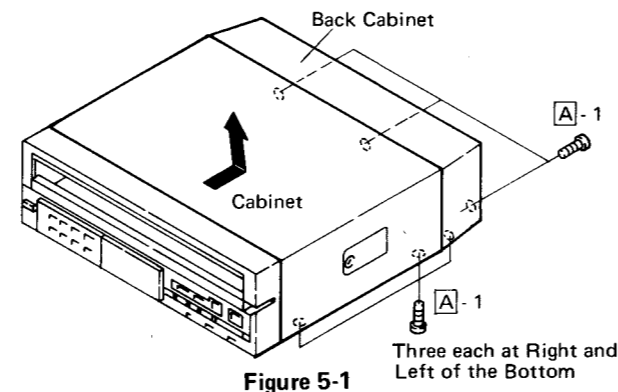

Figure 5-1
1. Remove five screws from the rear cabinet as shown in Fig. 5-1 and take the cabinet off by shifting it backwards. Then remove four screws from the cabinet (two each at right and left of the bottom) and take the cabinet off by shifting it backwards and then pulling it up.
1. Fünf Schrauben gemäß Abb. 5-1 vom Rückgehäuse entfernen und das Gehäuse zum Abnehmen zurückschieben. Dann vier Schrauben vom Gehäuse entfernen (je zwei auf der rechten und linken Seite an der Rückwand) und das Gehäuse zum Abnehmen zurückschieben und nach oben ziehen.
1. Retirer les cinq vis du coffret arrière comme le montre la Fig. 5-1 et enlever le coffret en le déplaçant vers l'arrière. Retirer ensuite les quatre vis du coffret (deux chaque à droite et gauche de la base) et ôter le coffret en le déplaçant vers l'arrière et puis en le tirant vers le haut.